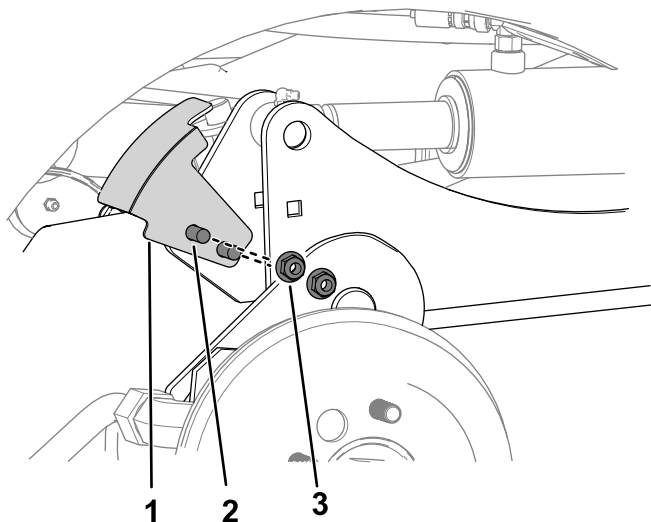

図 8
- キャリッジボルト2本とナット $\frac{3}{8}$ "2個を使用して、センサーブラケットを右昇降アームに固定する 図 8。